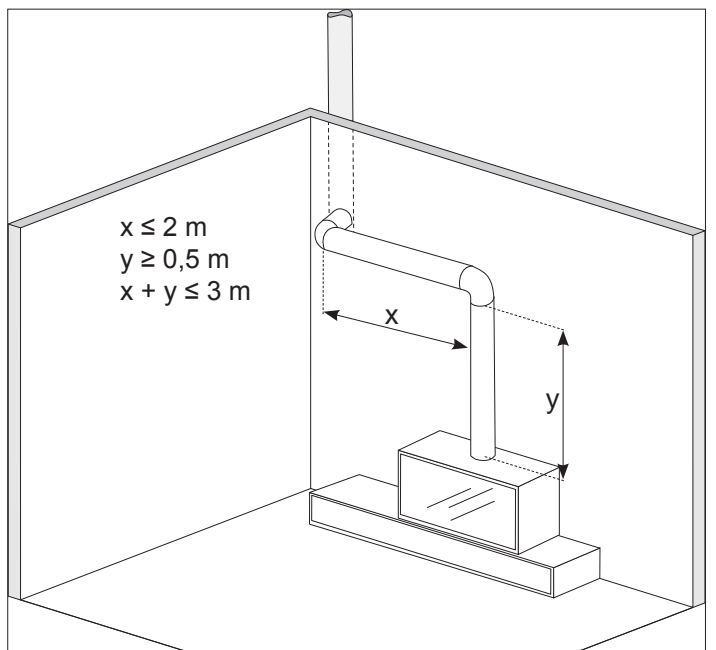

fig. 5.3
- Per conectar la estufa a la chimenea se pueden realizar como máximo 3 cambios de dirección no superiores a 90°, con un largo del canal de humo no superior a 2 metros en proyección horizontal y como máximo 3 metros en total (fig.5.3).